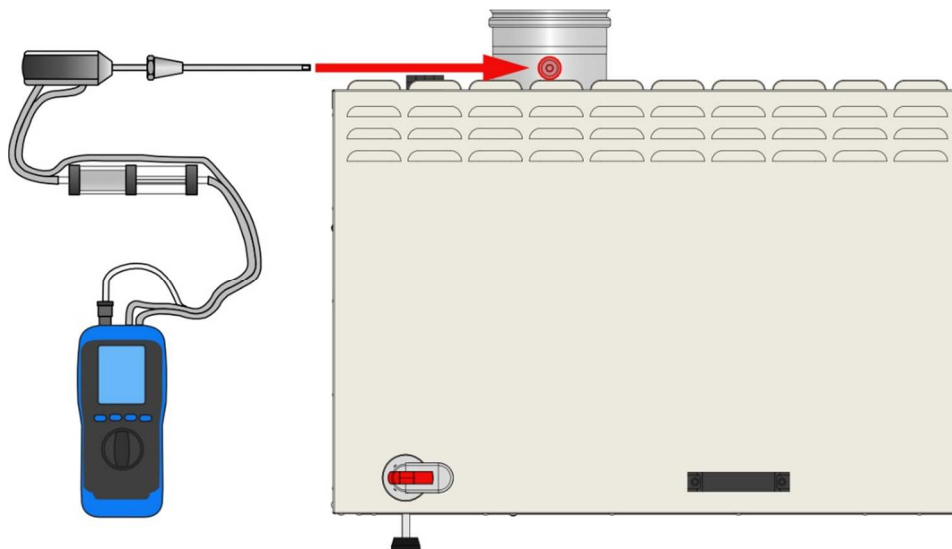

Fig. 4-5 Point de prélèvement pour l'analyse de combustion
16) Au débit calorifique nominal (puissance maxi), procéder à une vérification de l'hygiène de combustion à l'aide d'un analyseur de combustion adapté (voir fig. 4.5). Procéder à un réglage éventuel de la pression gaz maxi (section 5.2) en se basant sur les valeurs de références du tab 5-2.
Afin d'obtenir des valeurs de combustion optimales, faire les mesures avec un analyseur adapté au point de prélèvement (Fig. 4-5), puis ajuster le réglage du débit gaz mini et maxi sur l'XCERK modèle HE-JR comme suit:
Afin d'obtenir des valeurs de combustion optimales, faire les mesures avec un analyseur adapté au point de prélèvement (Fig. 4-5), puis ajuster le réglage du débit gaz mini et maxi sur l'XCERK modèle HE comme suit :